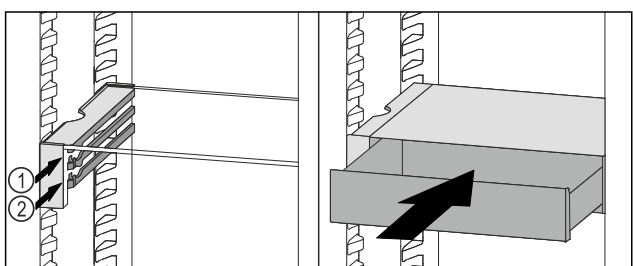

Fig. 89
- ▶ Sæt VarioSafe-skuffen ind bag stoppene på den ønskede ribbe Fig. 89 (1) eller Fig. 89 (2).